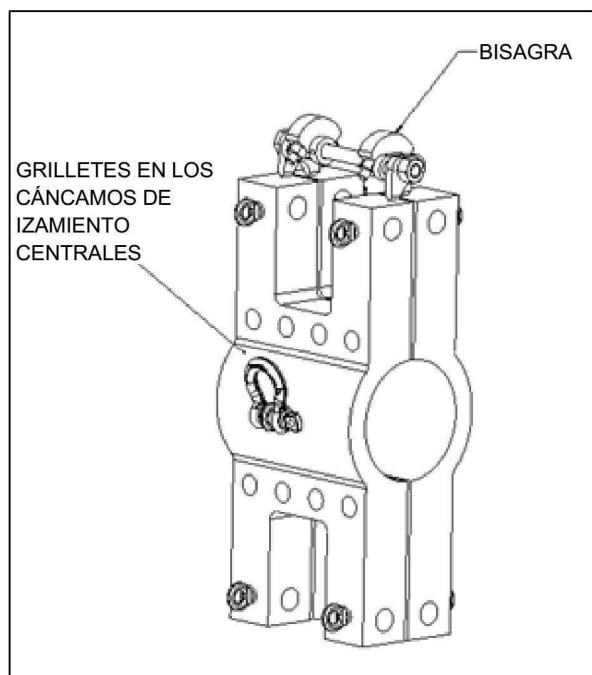
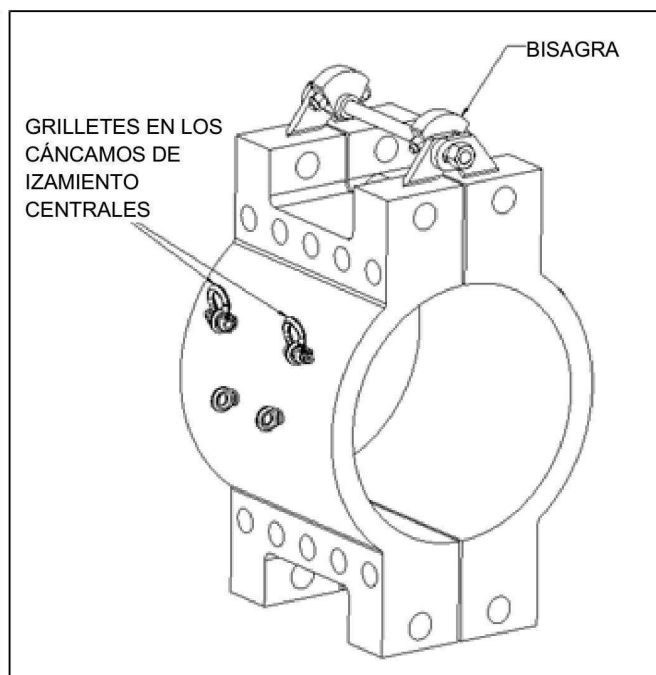

Figura 7
Figura 8
3. Fije los grilletes a los cáncamos de izamiento. Los accesorios más pequeños generalmente solo tienen cáncamos de izamiento en el centro de la carcasa, como se muestra en la Figura 7. Los accesorios de mayor diámetro tienen cáncamos de izamiento adicionales a un ángulo, como se muestra en la Figura 8. Para los accesorios de mayor diámetro, los cáncamos de izamiento en ángulo se deben usar durante la instalación con bisagras.